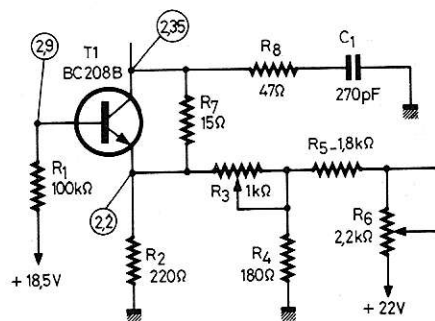

Figure 8
Voici, d'abord, le schéma de la **figure 8**, qui fait partie d'un étage de sortie vidéo-chrominance d'un téléviseur. La mesure des tensions sur le collecteur et sur l'émetteur ne présente rien de particulier étant donné la valeur très faible des résistances en jeu. En ce qui concerne la tension de base, le plus simple est de ne pas tenir compte de la résistance d'émetteur R_2 et de procéder comme si ce dernier était à la masse. Le courant de base I_b est ici de $155 \mu A$ et le transistor est visiblement en état de saturation, la chute de tension collecteur-émetteur étant de $0,15 V$ d'après les chiffres donnés. Dans ces conditions, la résistance d'entrée « fictive » en continu serait de $18,7 K\Omega$ et en effectuant la mesure successivement sur les sensibilités 3 et $10 V$, on trouve, respectivement, $V_1 = 2,3 V$ et $V_2 = 2,7 V$. Le rapport n des sensibilités est $3,33$, d'où, en appliquant la formule de correction (2), on tire : valeur réelle de la tension de base = $2,9 V$. La mesure des tensions de collecteur et d'émetteur du même schéma se fait sans que l'on ait besoin d'une correction quelconque.